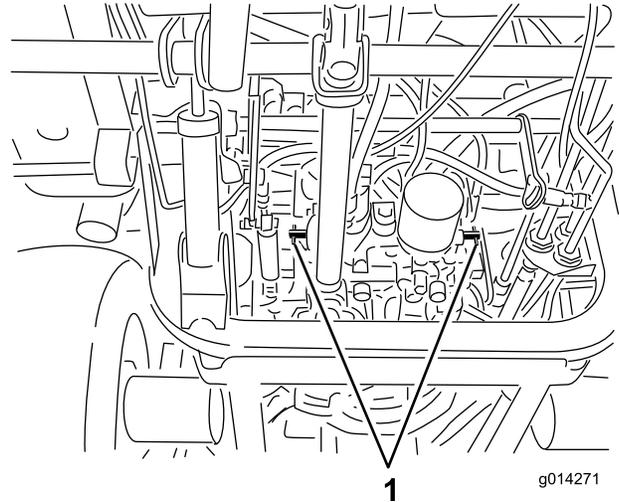

Figura 34
4. Gire las válvulas de desvío una vuelta en el sentido contrario a las agujas del reloj (Figura 34).
Gire cada válvula de desvío una vuelta en el sentido de las agujas del reloj y apriételas a mano (par de apriete de 8 N·m aproximadamente) (Figura 34).